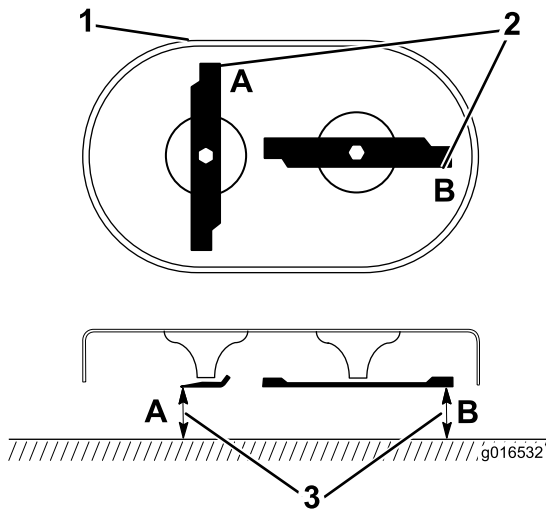

Figure 42
1. Tournez les lames à la position indiquée à la Figure 42.
2. Mesurez la distance entre une surface plane et le tranchant aux points **A** et **B**, (Figure 42), et notez les deux dimensions.
3. Faites tourner les pointes de sorte que leurs extrémités opposées soient aux points **A** et **B** (Figure 42).